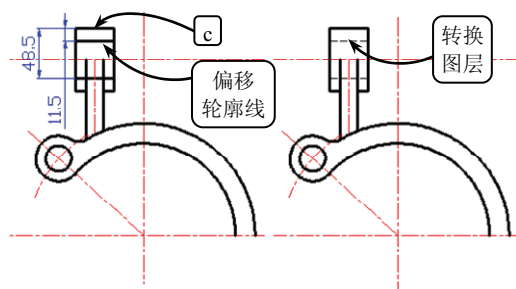

图 3-62 偏移轮廓线并转换图层
⑩ 利用【偏移】工具将轮廓线 c 向下分别偏移 11.5 和 48.5。然后将偏移后的轮廓线转换为【虚线】图层，效果如图 3-62 所示。